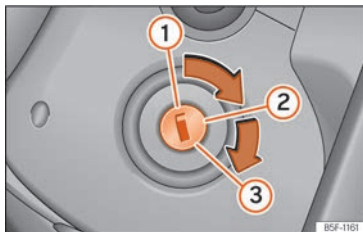

Abb. 233 Positionen des Zündschlüssels
Positionen des Schlüssels »» Abb. 233
- Drehen Sie den Zündschlüssel in Stellung »» Abb. 233 **(2)**.
- Drehen Sie den Zündschlüssel weiter in die Stellung »» Abb. 233 **(3)** ohne Gas zu geben.
- *Fahrzeuge mit Zündschloss*: Drehen Sie den Zündschlüssel in Stellung »» **Abb. 233** .